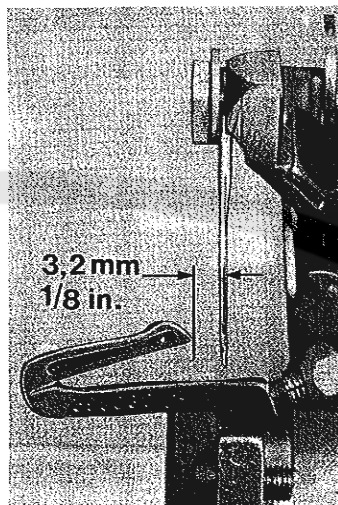

Fig. 4
Now insert lower looper (A, Fig.4) into bar (B). With lower looper at the left end of its stroke, set looper point 3,2 mm ($1/8$ inch) from the center of the needle, using looper gauge No.21225-1/8.
Jetzt schieben Sie den Untergreifer (A, Fig.4) in die Stange (B). Wenn der Untergreifer in seiner Endstellung links ist, stellen Sie die Greiferspitze mit einem Abstand von 3,2 mm zur Nadelmitte ein. Verwenden Sie dazu die Greifereinstellehre Teil-Nr.21225-1/8.